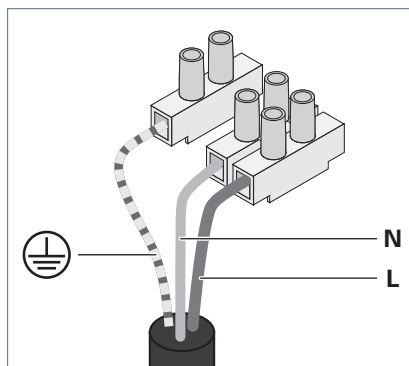

Fig. 14: Collegamento della lampada sospesa.
- Collegare l'apparecchio d'illuminazione al morsetto, vedi Fig. 14.